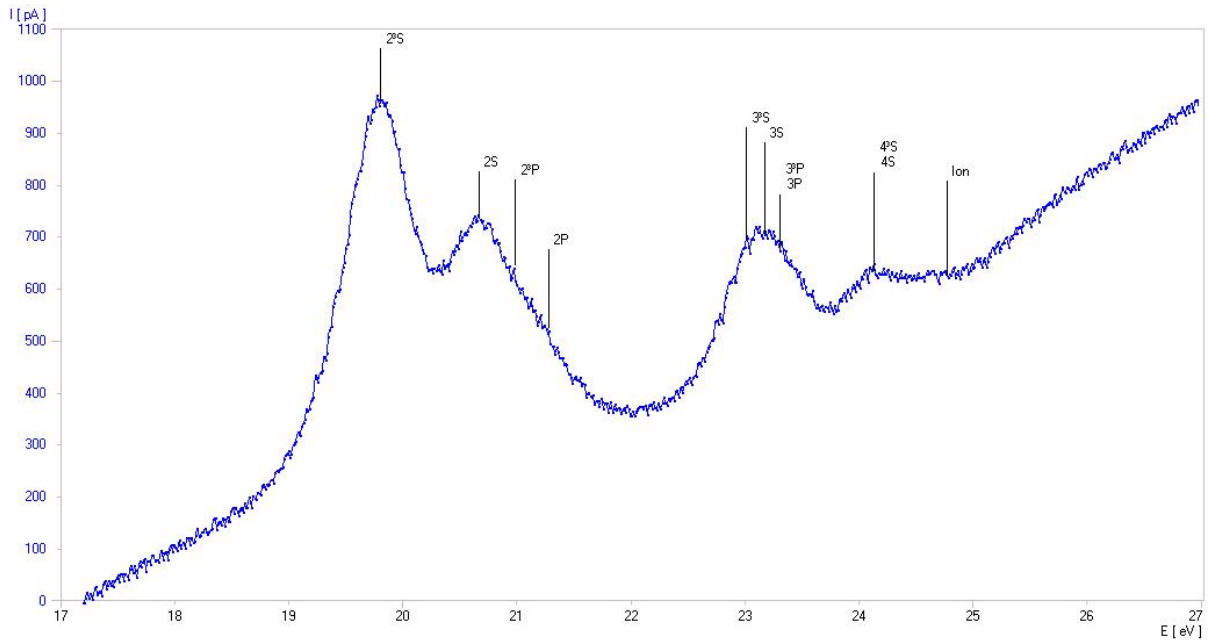

Fig. 3: Détermination des potentiels critiques de l'atome d'hélium (courbe de mesure enregistrée avec le 3B NETlog™)
- Établissez le diagramme où la valeur  $E$  est attribuée à l'axe X et la valeur  $I$  à l'axe Y. (voir Fig. 3).